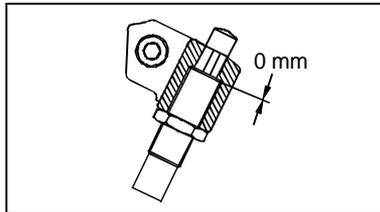

Bild 38/Fig. 38
3. Drehen Sie einen Stoßdämpfer nach Bild 38 vollständig in den Anschlag mit Stoßdämpferaufnahme ein. Die Kontermuttern sollten vorerst nur leicht angezogen werden.
3. Screw a shock absorber completely into the stop with shock absorber insert as per Fig. 38 .The lock nuts should be slightly tightened.